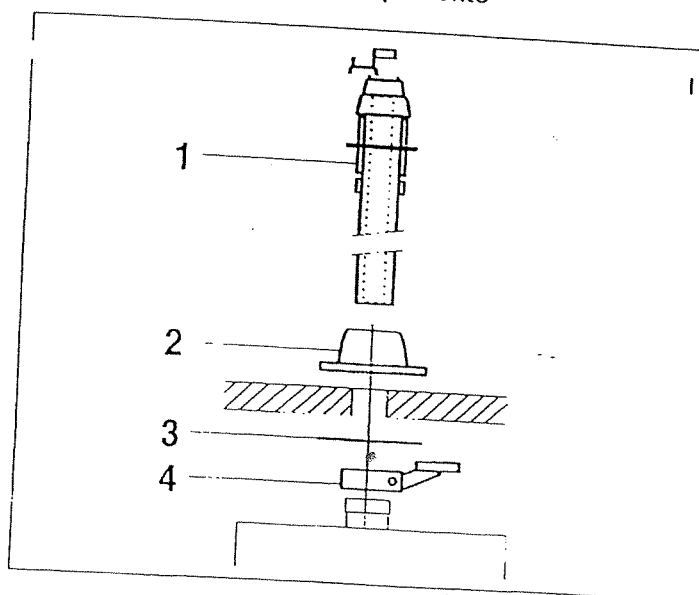

Fig. 13 Montaggio elemento per il passaggio dei gas di scarico dal tetto, con tetto piano
- ◆ Applicare una flangia adesiva (Fig. 13, punto 2).
- ◆ Inserire in quest'ultima, dall'alto, l'elemento per il passaggio dei gas di scarico dal tetto (Fig. 13, punto 1) fino al punto di arresto.
- ◆ Con una livella a bolla d'aria, controllare che detto elemento sia verticale, quindi avvitarlo lo sportello interno a due pezzi (Fig. 13, punto 3).
- ◆ Spingere dal basso la fascetta di fissaggio (Fig. 13, punto 4) sull'elemento per il passaggio dei gas di scarico dal tetto, ed avvitare.